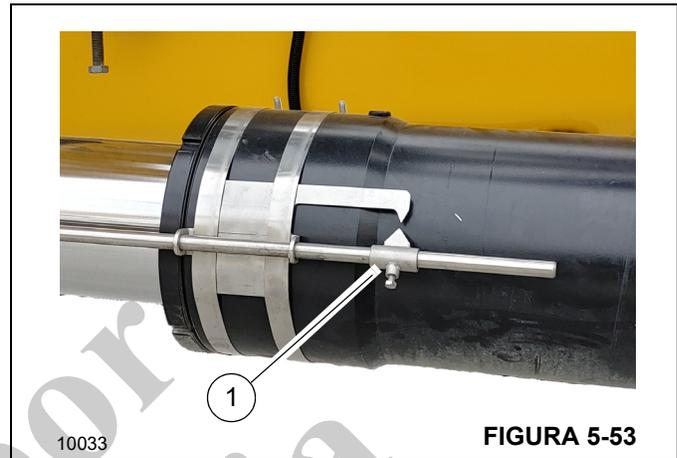

FIGURA 5-53
- Si almacena una extensión de la pluma hidráulica opcional, asegúrese de que el indicador de ángulo (1, Figura 5-53) esté alineado. Si las flechas no están alineadas, ajuste el desplazamiento de la extensión de la pluma según sea necesario para ali-